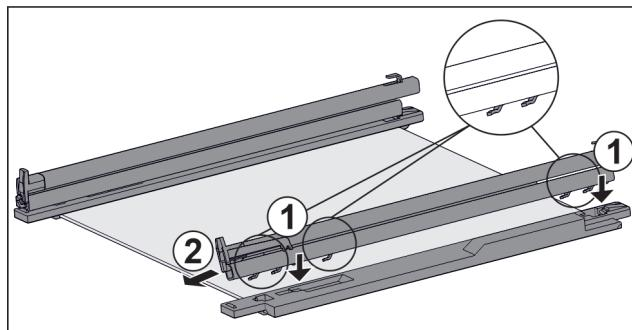

Fig. 122 Skleněná deska s kolejničkami a přídržnými díly
► Nasadte háčky kolejničky na otvory **levého** přídržného dílu. Fig. 122 (1)
► Vytáhněte kolejničku dopředu. Fig. 122 (2)
► Nasadte háčky kolejničky na otvory **pravého** přídržného dílu. Fig. 122 (1)